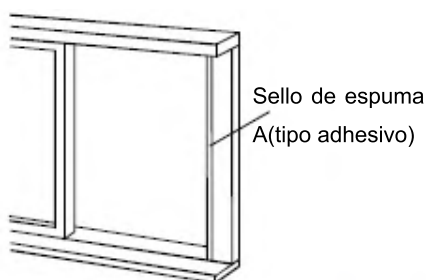

Fig.12
1. Corte el sello de espuma (tipo adhesivo) a la longitud adecuada y pegue el sello al marco de la ventana. Véase la Fig. 12.